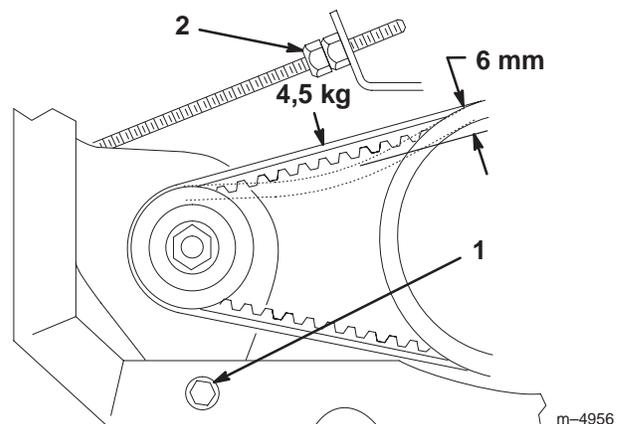

Bild 37
2. Lockern Sie die Drehschraube am Anlasser bzw. der Lichtmaschine (Bild 37).
3. Stellen Sie die Klemmmutter am Startergestänge (Bild 37) so weit ein, dass sich der Riemen beim Ansetzen einer Kraft von 4,5 kg 6 mm durchbiegen lässt.
4. Ziehen Sie die Drehschraube am Anlasser bzw. der Lichtmaschine fest (Bild 37).